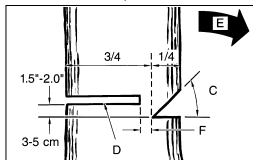

Abb. 13
ALLGEMEINE RICHTLINIEN FÜR DAS FÄLLEN VON BÄUMEN (Abb. 13)
ACHTUNG: Treten Sie nie vor einem Baum, der eingekerbt ist. Führen Sie den Fällschnitt (D) auf der anderen Seite des Baumes ca. 3-5 cm oberhalb der Kerbkante (C) aus (Abb. 13).